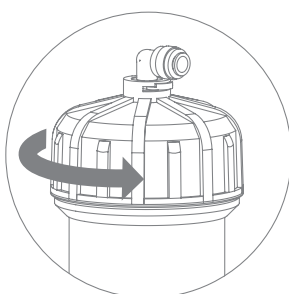

Рис. 15
4. Открутите крышку корпуса мембраны (рис. 15), используя ключ^[1] из комплекта поставки, извлеките отработанную мембрану (рис. 16).